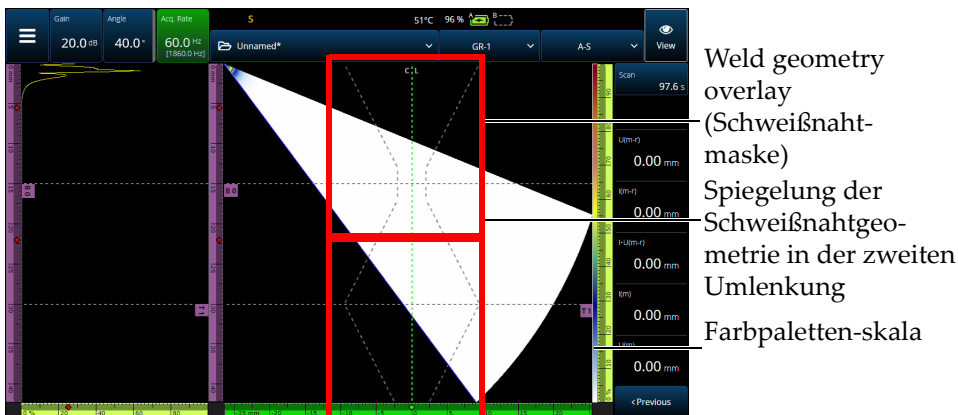
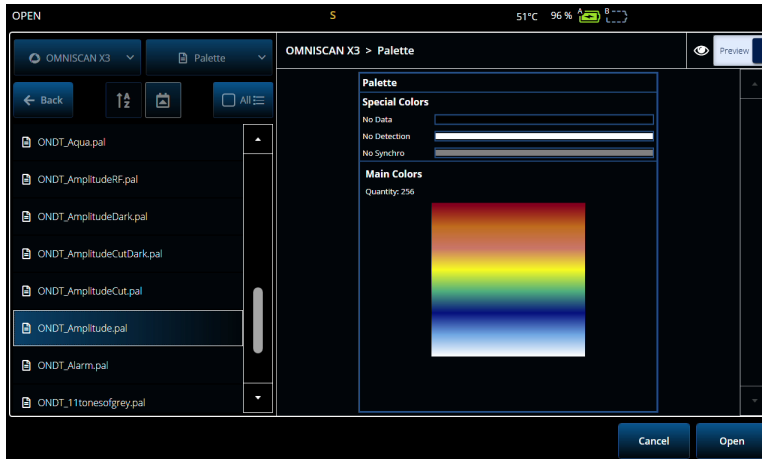

Abbildung 2-57 V-Offset weld geometry overlay (Schweißnahtmaske für Tulpe mit Gegenlage)
Abbildung 2-60 Color palette selector (Farbpalettenauswahl)
Wenn das Prüfteil eine Maske enthält (Schweißnaht oder Anwendungsspez.), kann die Sichtbarkeit der Maske umgeschaltet werden. Die Schweißnahtmaske ist eine Zeichnung von der Schweißnahtgeometrie oder Ihrer ausgewählten Zeichnung, die auf die S-Bild-Ansicht gelegt wird. Diese Funktion kann zur Visualisierung, wo sich Indikationen relativ zum Prüfteil oder zur Schweißnahtgeometrie befinden, hilfreich sein (Abbildung 2-57 auf Seite 99). Die Maskenreflexion (um die zweite Umlenkung, dritte Umlenkung etc.) kann im **Menu > Display > Overlay > Multiple Legs** (Menü > Anzeige > Maske > Mehrere Umlenkungen) im ein- und ausgeschaltet werden.
- ◆ Tippen und halten Sie die Farbpalette (das Lineal/die Skala auf der rechten Seite von Abbildung 2-57 auf Seite 99) und wählen Sie dann **Load** (Laden). Überprüfen Sie die verfügbaren Farbpaletten und tippen Sie auf **Open** (Öffnen), um die Palette zu ändern (Abbildung 2-60 auf Seite 103).